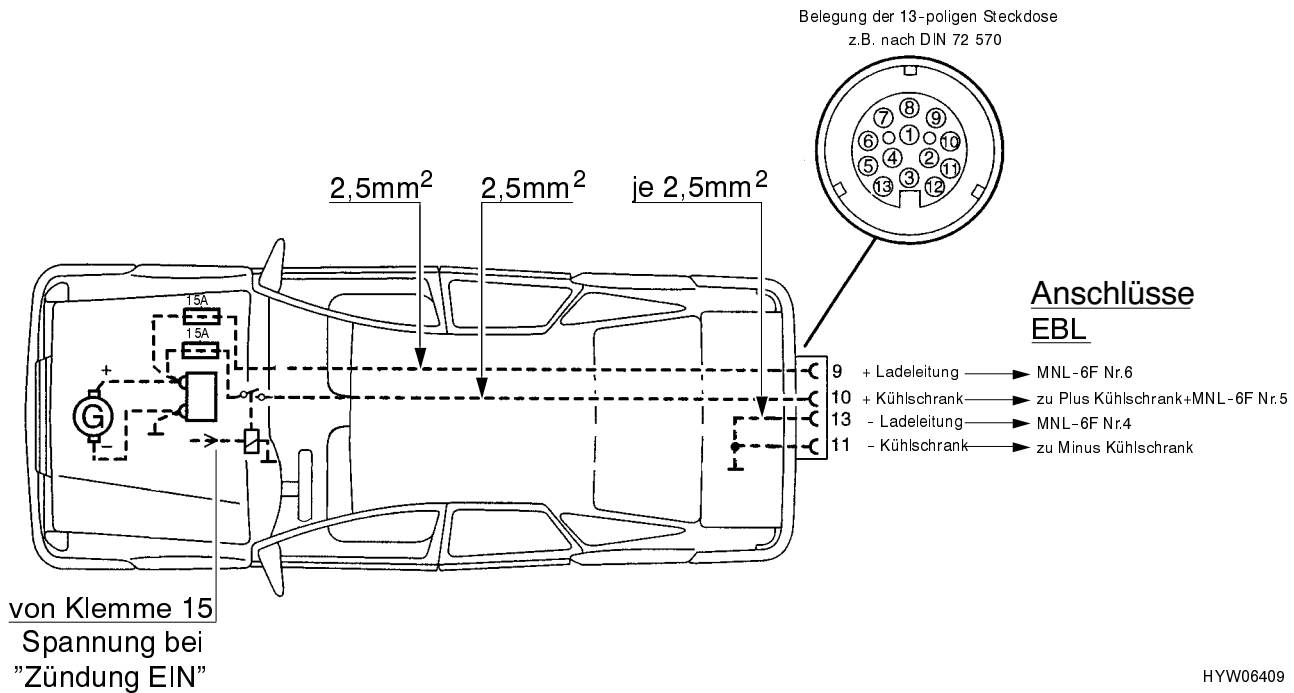

Bild 63 Zugwagen-Installationsplan (Autark-Paket)
- Das Zugfahrzeug muß mit den entsprechenden Kabelquerschnitten nachgerüstet werden (siehe Bild 63).